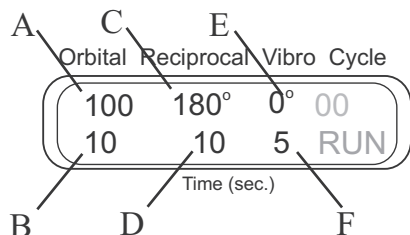

Рис. 7
Установите скорость (A) (1–100 об/мин) и время (B) (1–250 с) 3D-орбитального движения. Установите угол поворота (C) (0–360°) и время (D) (1–250 с) 3D-покачивания. Установите угол поворота 3D-вибродвижения на ноль (E). Установите время 3D-вибродвижения (F) (1–5 с) и продолжительность паузы (см. рис. 7).